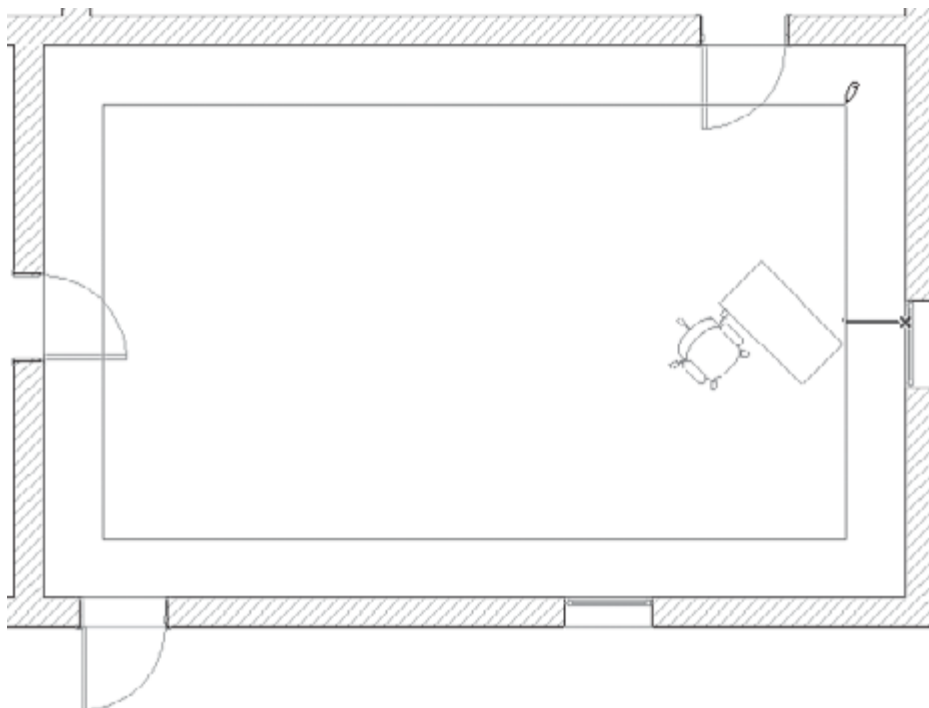

Рис. 11.28 Построение прямоугольного интерьера
4. Перемещая указатель мыши внутрь комнаты, определите точки зрения, то есть положение линий, с которых будет осуществляться взгляд на стены (рис. 11.28).